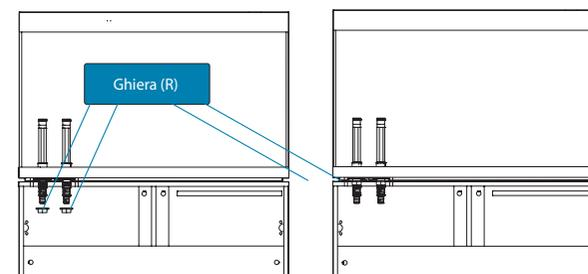

Fig. 3
3. Aprire il mobiletto. Avvitare e stringere la ghiera (R) all'estremità inferiore del connettore (A) (Fig. 3).
4. Inserire l'ugello di mandata (N) in una delle estremità dello stelo di mandata (B).
3. Aprire il mobiletto. Avvitare e stringere la ghiera (R) all'estremità inferiore del secondo connettore (A) (Fig. 3).